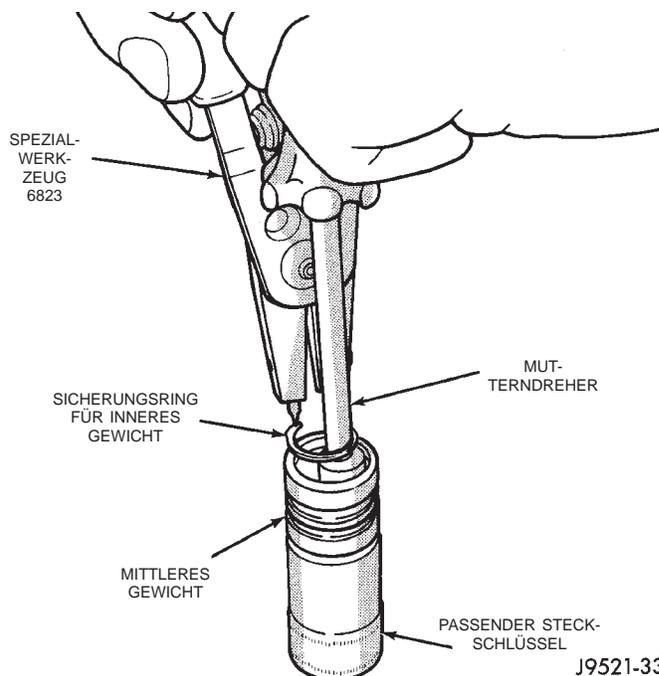
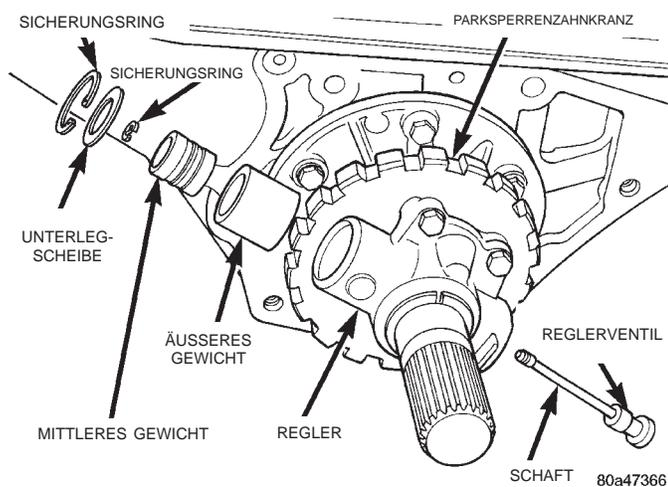
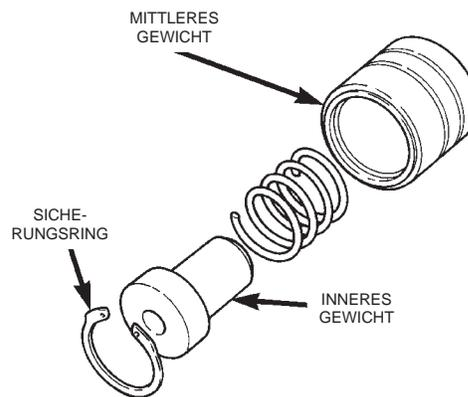

Abb. 37 Sicherungsring für inneres Gewicht
Abb. 36 Sicherungsring, Unterlegscheibe und äußeres Gewicht
Abb. 38 Mittleres und inneres Reglergewicht
(3) Sicherungsring und Unterlegscheibe zur Befestigung der Fliehkraft-Baugruppe des Reglers im Gehäuse entfernen (Abb. 36).
(4) Fliehkraft-Baugruppe des Reglers aus der Bohrung des Reglergehäuses herausnehmen.
(5) Mittleres und inneres Gewicht aus dem äußeren Gewicht herausziehen.
(6) Mittleres Gewicht auf passenden Steckschlüssel setzen (Abb. 37).
(7) Inneres Gewicht mit Mutterdreher nach unten drücken. Dann Sicherungsring für inneres Gewicht mit Spezialwerkzeug 6823 ausheben (Abb. 37).
(8) Inneres Gewicht samt Feder dem mittleren Gewicht entnehmen.
(1) Bauteile des Reglers vor der Montage mit Getriebeflüssigkeit Mopar® ATF Plus 3, Typ 7176 schmieren.
(2) Reglergewichte und Bohrungen reinigen und auf Riefen und Verschleiß prüfen. Falls beschädigt, Reglergehäuse und Gewichte austauschen. Siehe Abschnitt "Reinigen und Prüfen" in diesem Kapitel.
- (3) Feder in mittleres Gewicht einsetzen.
- (4) Inneres Gewicht in mittleres Gewicht einsetzen und Sicherungsring montieren (Abb. 38). Nachprüfen, ob der Sicherungsring vollständig in der Nut des mittleren Gewichts sitzt (Abb. 37).
- (5) Reglergewichte in Reglergehäuse einbauen (Abb. 36).
- (6) Unterlegscheibe und Sicherungsring zur Befestigung der Gewichte im Reglergehäuse montieren.
- (7) Reglergehäuse in Getriebe einbauen.